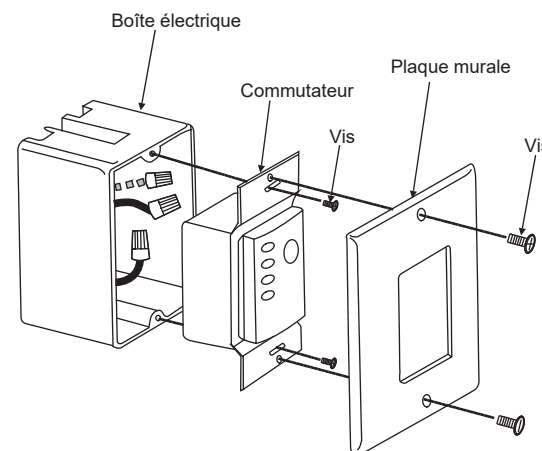

Fig. 24
Étape 2. Installez la plaque murale sur la boîte à prises existante à l'aide des vis fournies (**Fig. 24**).